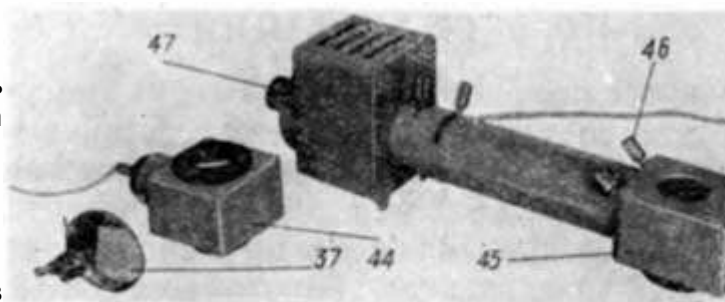

Рис. 5
В основание микроскопа может быть установлен осветитель 44 (рис. 5) типа ОИ-32 или осветитель 45 типа ОИ-35.
Добиться перемещением патрона лампы вдоль оси наиболее резкого изображения нитей на поверхности лепестков закрытой ирисовой диафрагмы конденсора. Это изображение должно хорошо видно, если смотреть на зеркало микроскопа со стороны осветителя. Если работа ведется с осветителем 45 (рис. 5) типа ОИ-35, то изображение полевой диафрагмы приводится в центр поля зрения с помощью винтов 46, а центрировка изображения нитей лампы производится вращением винтов 47.
- качанием зеркала в оправе 37 или вращением винтов 46 (рис. 5) привести изображение полевой диафрагмы в центр поля зрения и полностью открыть ее. Изображение полевой диафрагмы будет меньше поля зрения микроскопа, поэтому необходимо включить в ход лучей конденсатора дополнительную линзу конденсатора. При этом поле зрения будет полностью освещено. После этого можно приступить к изучению препарата.
- подняв конденсор до упора, закрыть полевую диафрагму осветителя и, наблюдая в окуляр, привести изображение полевой диафрагмы в центр поля зрения микроскопа путем небольшого наклона зеркала в оправе 37 или вращением винтов 46 (рис. 5);